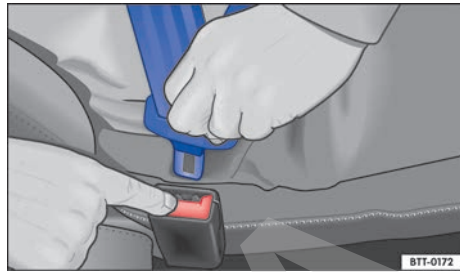

Fig. 50 Suelte la lengüeta del cinturón de seguridad del cierre del cinturón.
- Presionar la tecla roja del cierre del cinturón de seguridad \Rightarrow **fig. 50**. La lengüeta del cinturón de seguridad es expulsada hacia afuera.